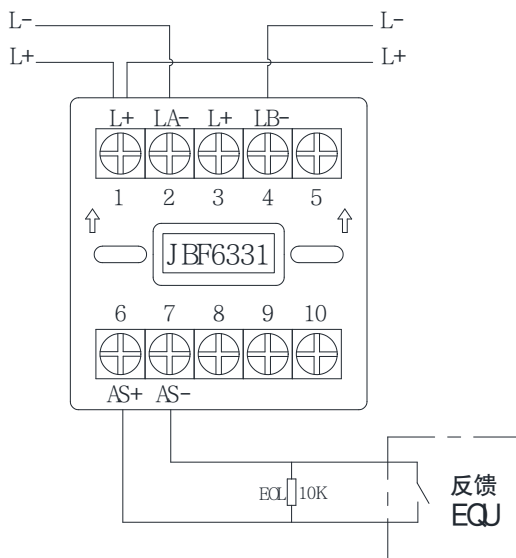

图 3 接线方式：监视无源闭合应答的现场设备
- 监视无源闭合应答的现场设备时：AS+（端子6）、AS-（端子7）接应答（无源触点）。连接在AS+和AS-上的监视设备的动合端必须并联 10K Ω 终端电阻。接线示意图如图 3。